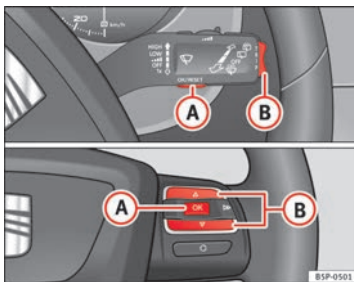

Abb. 41 Wipptasten A und B. Bedienelemente am Lenkrad.
- Zum Umschalten von einem Speicher auf einen anderen drücken Sie bei eingeschalteter Zündung kurz die Taste \Rightarrow Abb. 41 **(A)** am Scheibenwischerhebel oder die Taste **(A)** der Bedienelemente am Lenkrad \Rightarrow Abb. 41.